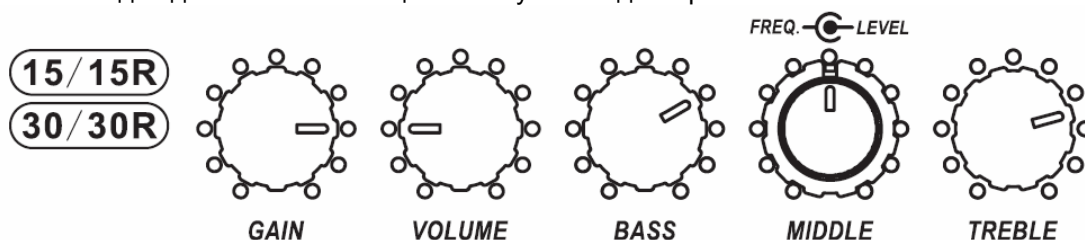

Рис. 14
8) Повторите настройки, описанные в пунктах 2) – 5). Начните с настройки, показанной на иллюстрации, а затем изменяйте их, обращая внимание на то, как изменение того или иного параметра влияет на звук (рис. 14 и 15).